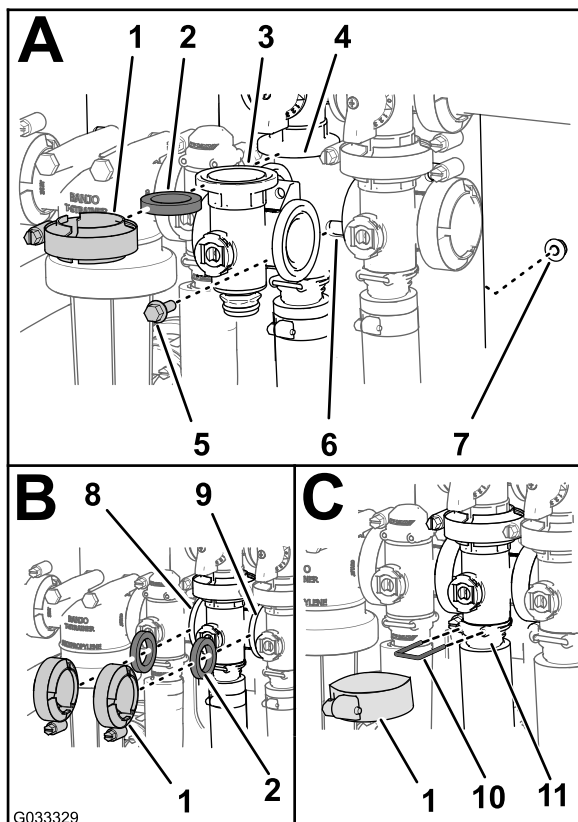

Рисунок 81
- Совместите фланец коллектора клапана перемешивания, 1 прокладку и фланец перепускного клапана перемешивания (Рисунок 81А).
2. Смонтируйте перепускной клапан перемешивания, прокладку и коллектор клапана перемешивания с помощью хомута, затянув его от руки (Рисунок 81А).
3. Установите прокладку между фланцами клапана управления нормой внесения и коллектором клапана перемешивания (Рисунок 81В).
4. Смонтируйте прокладку и коллектор клапана перемешивания с помощью хомута, затянув его от руки (Рисунок 81В).
5. Установите прокладку между фланцами коллектора клапана перемешивания и главного клапана секций (Рисунок 81В).
6. Смонтируйте коллектор клапана перемешивания, прокладку и главный клапан секций с помощью хомута, затянув его от руки (Рисунок 81В).
7. Смонтируйте коллектор клапана перемешивания и гнездо с помощью хомута, затянув его от руки (Рисунок 81С).
8. Прикрепите штуцер торцевой крышки к выпускному штуцеру, вставив держатель в гнездо выпускного штуцера (Рисунок 81С).